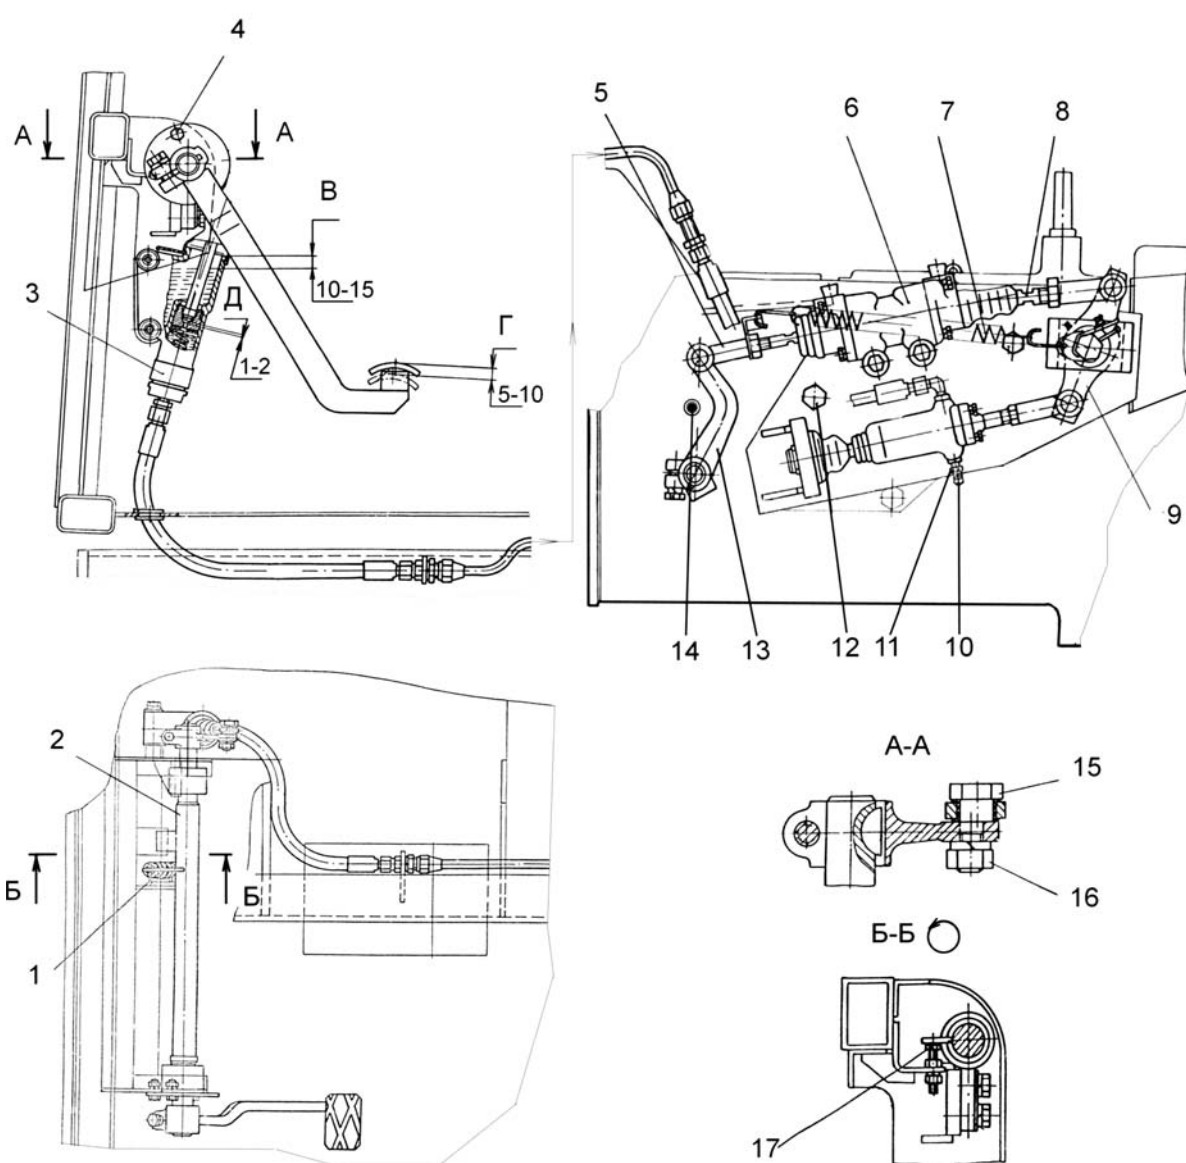

Рисунок 7.12 – Регулировка привода управления сцепления
Смазку подшипника отводки муфты сцепления производить после обкатки и через каждые 125 ч работы. Для смазки подшипника отводки необходимо вывинтить пробку 14 (рисунок 7.12), на левой стенке картера сцепления и смазать подшипник через масленку в цапфе отводки (от 8 до 10 нагнетаний шприцем).
1. Вал 2 должен быть в исходном положении (рисунок 7.12).